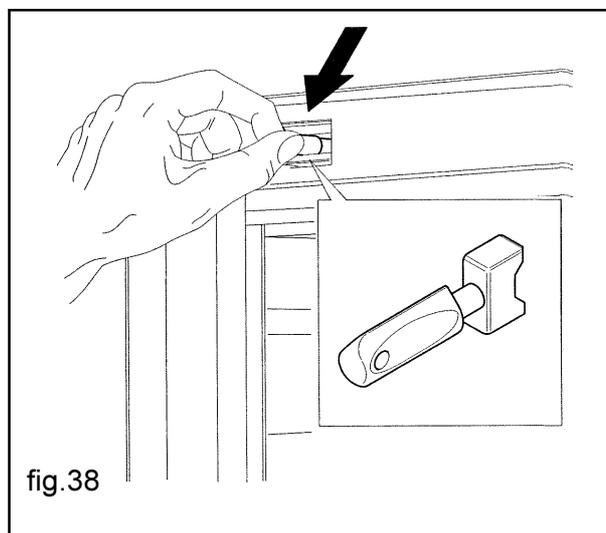

fig.38
- introducir la llave en el interruptor de puerta (fig. 38)